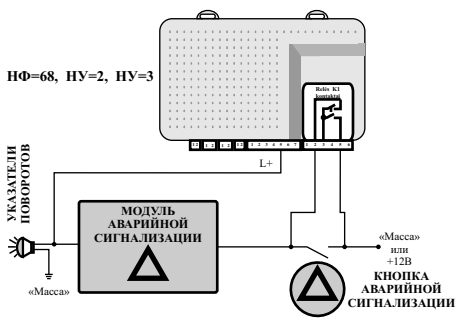
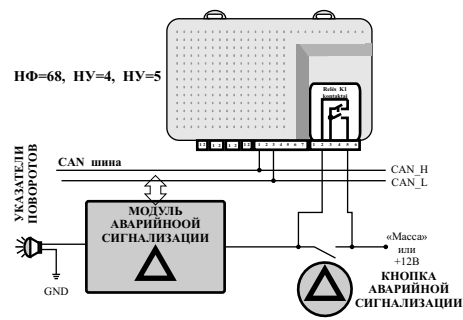
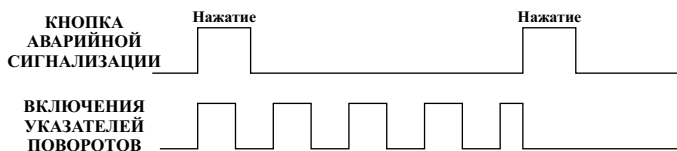
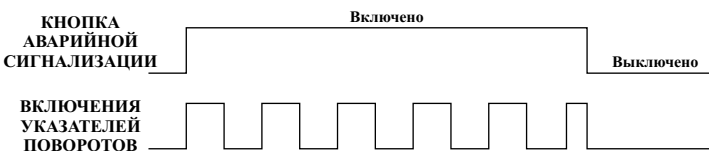

Рис. 3. Система считает включения указателей поворотов через ход L+.
Рис. 4. Система считает включения указателей поворотов через CAN шину.
Рис. 5. Нажатия кнопки аварийной сигнализации генерируют короткие электрические импульсы.
Рис. 6. Нажатие кнопки аварийной сигнализации генерирует постоянный электрический сигнал «включено» или «выключено».
включения указателей поворотов автомобиля. Счет включений производится через вход L+, который подключен к указателю поворота (см. рис. 3). Когда количество включений указателей поворотов соответствует требуемому системой, эмуляцией следующего нажатия кнопки аварийной сигнализации система останавливает включения указателей поворотов;
б) система тревожной сигнализации эмулирует нажатие кнопки аварийной сигнализации автомобиля (реле K1 соединяет цепь) и начинаются включения указателей поворотов автомобиля. Счет включений производится способом анализа информации CAN шины (см. рис. 4). Когда количество включений указателей поворотов соответствует требуемому системой, эмуляцией следующего нажатия кнопки аварийной сигнализации система останавливает включения указателей поворотов;
Во многих современных автомобилях нажатие кнопки аварийной сигнализации генерирует электрический импульс, обуславливающий начало включений указателей поворотов. Следующим нажатием кнопки генерируется импульс, останавливающий включения указателей поворотов (см. рис. 5). «GN7C» генерирует эти импульсы при помощи реле K1, замыкающей нормально разомкнутые контакты на промежуток времени в 0,25с.
В некоторых автомобилях нажатие кнопки аварийной сигнализации создает постоянный электрический сигнал, обуславливающий включения указателей поворотов, и указатели поворотов включаются пока этот сигнал присутствует (см. рис. 6).
- указатели поворотов подключаются по схеме, приведенной на рис. 3, а кнопка аварийной сигнализации действует по диаграмме, приведенной на рис. 5. Это второй по популярности метод подключения указателей поворотов. Должна быть выбрана установка HV=2 функции HF68;
- указатели поворотов подключаются по схеме, приведенной на рис. 4, а кнопка аварийной сигнализации действует по диаграмме, приведенной на рис. 5. Это третий по популярности метод подключения указателей поворотов. Должна быть выбрана установка HV=4 функции HF68;
- указатели поворотов подключаются по схеме, приведенной на рис. 3, а кнопка аварийной сигнализации действует по диаграмме, приведенной на рис. 6. Это редко используемый метод подключения указателей поворотов. Должна быть выбрана установка HV=3 функции HF68;
- указатели поворотов подключаются по схеме, приведенной на рис. 4, а кнопка аварийной сигнализации действует по диаграмме, приведенной на рис. 6. Это редко используемый метод подключения указателей поворотов. Должна быть выбрана установка HV=5 функции HF68.